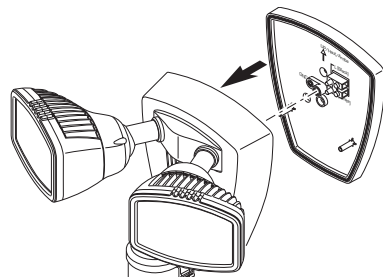

Figure 1
1. Dévissez le boulon de montage central qui fixe le boîtier du luminaire à la plaque 1-2-Éasy ConnectMC, puis retirez la plaque (voir la Figure 1). Le boulon de montage est conçu pour demeurer dans le luminaire. *Remarque* : Assurez-vous que le joint de caoutchouc est placé sur la plaque 1-2-Éasy ConnectMC.